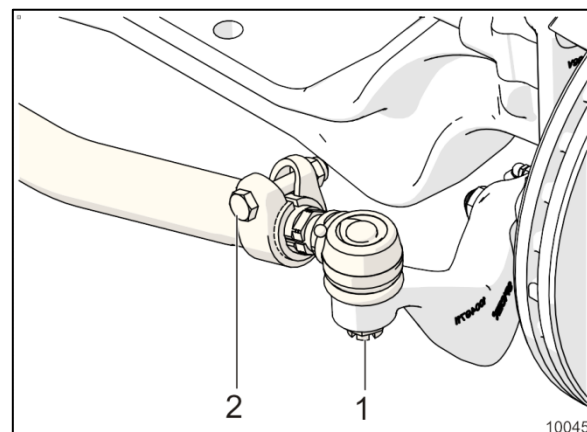

FIGURE 8: 610052 REFERENCE DE COUPLE DE SERRAGE
- b. Faire tourner la bague d'ajustement (Figure 8) pour obtenir la mesure de pincement spécifiée.